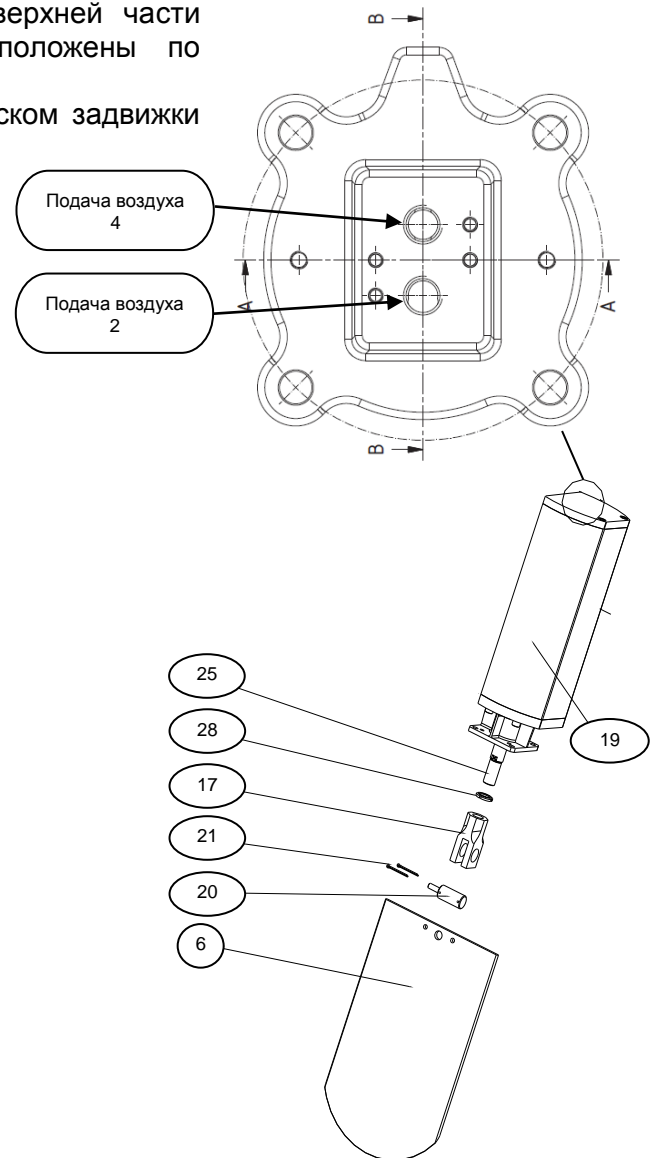

Рис.3
- Во время монтажа необходимо проверить, чтобы (№. см. рис. 3):
- болты (20) подходили под скобы (21),